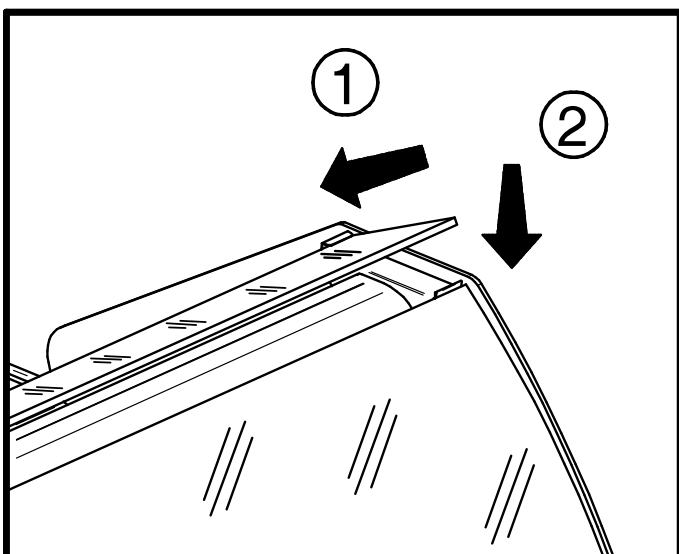
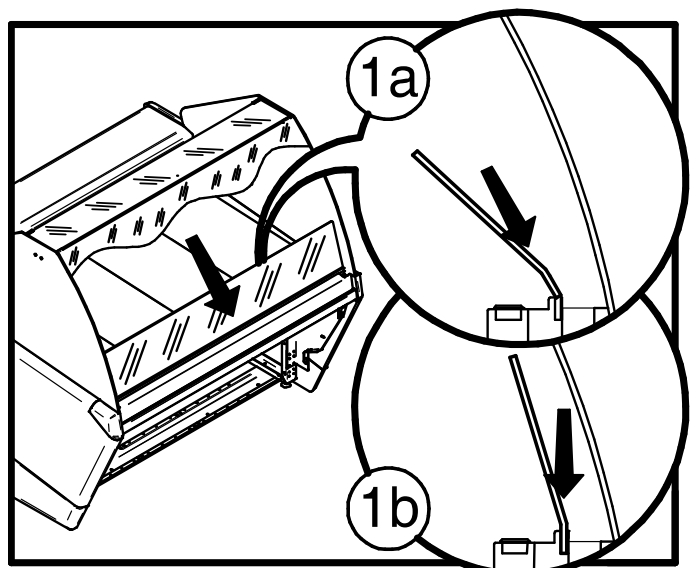

FIG. 11
FIG. 12
6. Der obere Glaszahlplatte und das Antibeslagglas für Umluft Ausführung montieren (ABB. 11 und ABB. 12).